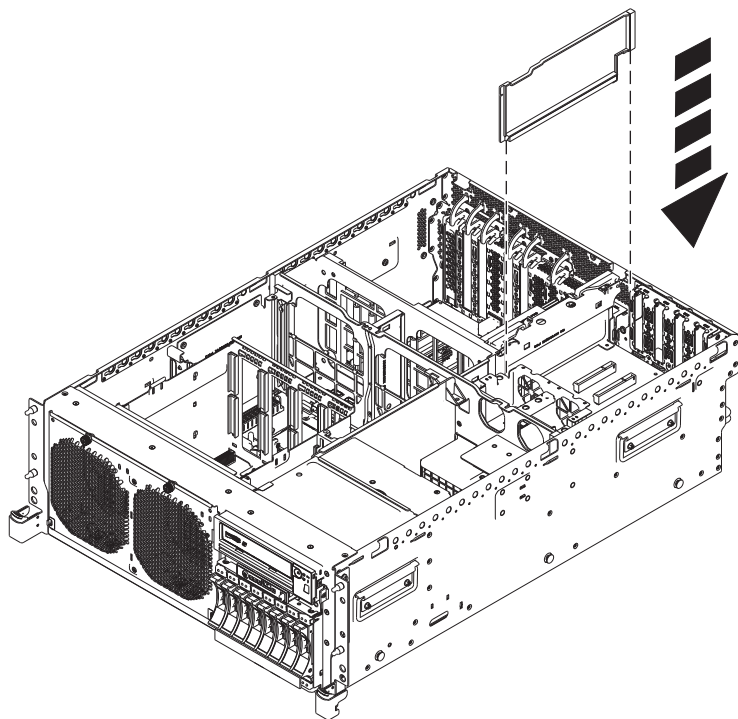

図 44. ラック・マウント・システム装置での拡張ライザー・エア・バッフルの取り付け
8. 58 ページの図 44 に示すように、プラスチック・シールド (PN 46K5417) を青いラッチと最初の PCIe スロットの間に取り付けます。